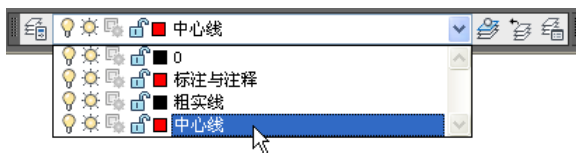

图 8-7 将“中心线”层设置为当前层
(6) 绘制部分中心线。在“图层”工具栏中，从图层列表中选择“中心线”层，如图 8-7 所示。